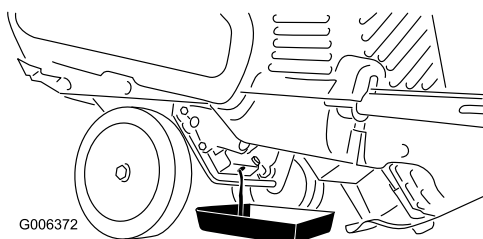

Рисунок 25
3. Поместите поддон для масла под сливную пробку, выверните сливную пробку, наклоните снегоочиститель назад и вылейте использованное масло в поддон (Рисунок 25).